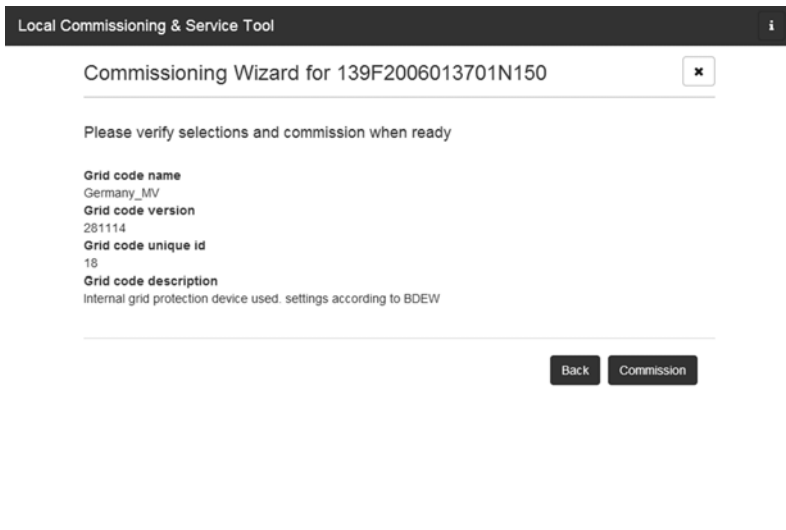

Abbildung 13: LCS-Tool - Überprüfung des Landes und des Grid-Codes
9. Das LCS-Tool fordert zur Bestätigung des ausgewählten Landes und des Grid-Codes auf (siehe Abbildung 13). Eine falsche Konfiguration kann mittels der Schaltfläche **[Back]** und der Änderung der Einstellungen im vorherigen Fenster geändert werden.